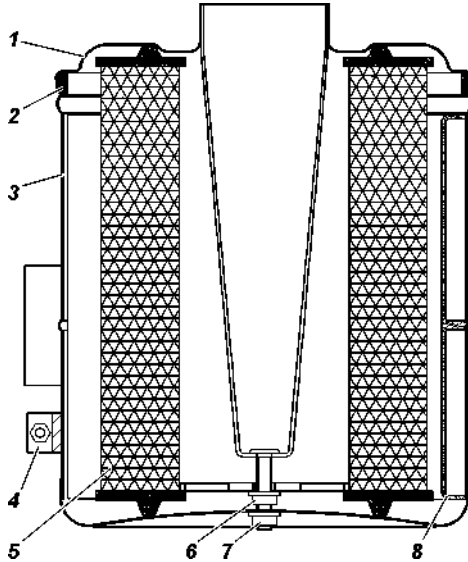

Рис. 9.9. Воздушный фильтр:
-отверните болт 4 (рис. 9.9), снимите хомут и воздушный фильтр;